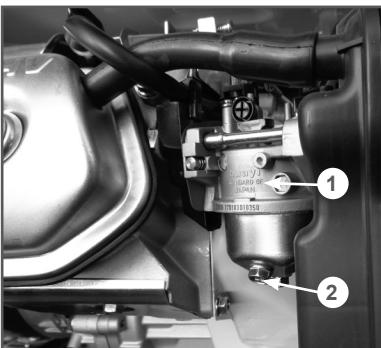

Рис. 20 Слив топлива из карбюратора
3. Открутите болт 2 на карбюраторе 1 (Рис. 20) и слейте топливо из поплавковой камеры в подготовленную для этого емкость.
- Слейте топливо из карбюратора (Рис. 20).